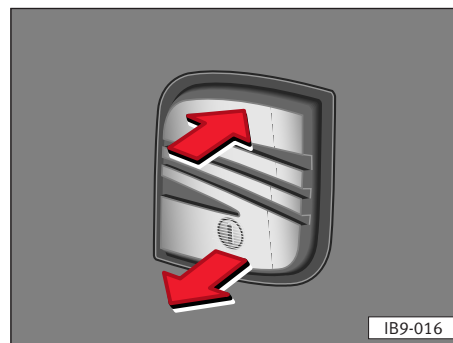

Abb. 48
**Zum Öffnen** der Klappe bei senkrecht stehendem Schlüsselschlitz ⇒ **Abb. 48** Öffnungshebel ziehen und Klappe anheben.